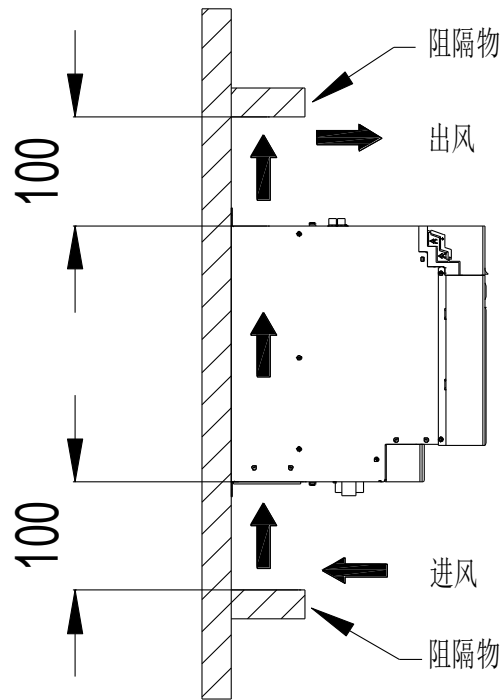

图 4.4 上下阻隔安装空间（上述尺寸为最小极限尺寸，单位：mm）
- 3、单元的上方和下方必须保持最小通风空间，以确保散热良好，请参考图 4.4。